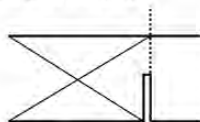

Fig. 10
- > Așteptați până ce discul de tăiere (22) rulează la viteză maximă înainte de a-l coborî în piesa prelucrată.
- > Luați în calcul marginea de tăiere la tăierea pe liniile marcate. Nu tăiați direct pe marcaj, ci lângă aceasta (Fig. 10).
- > Țineți mânerul pentru a coborî discul de tăiere (22) lent, cu presiune uniformă prin piesă.